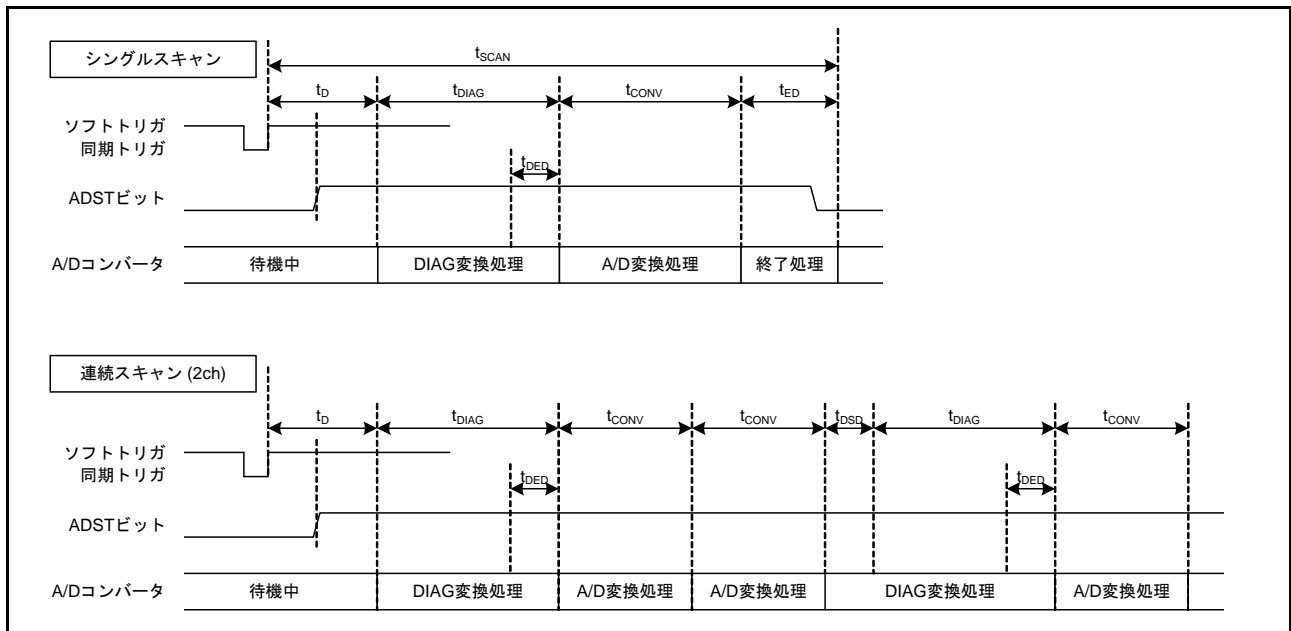
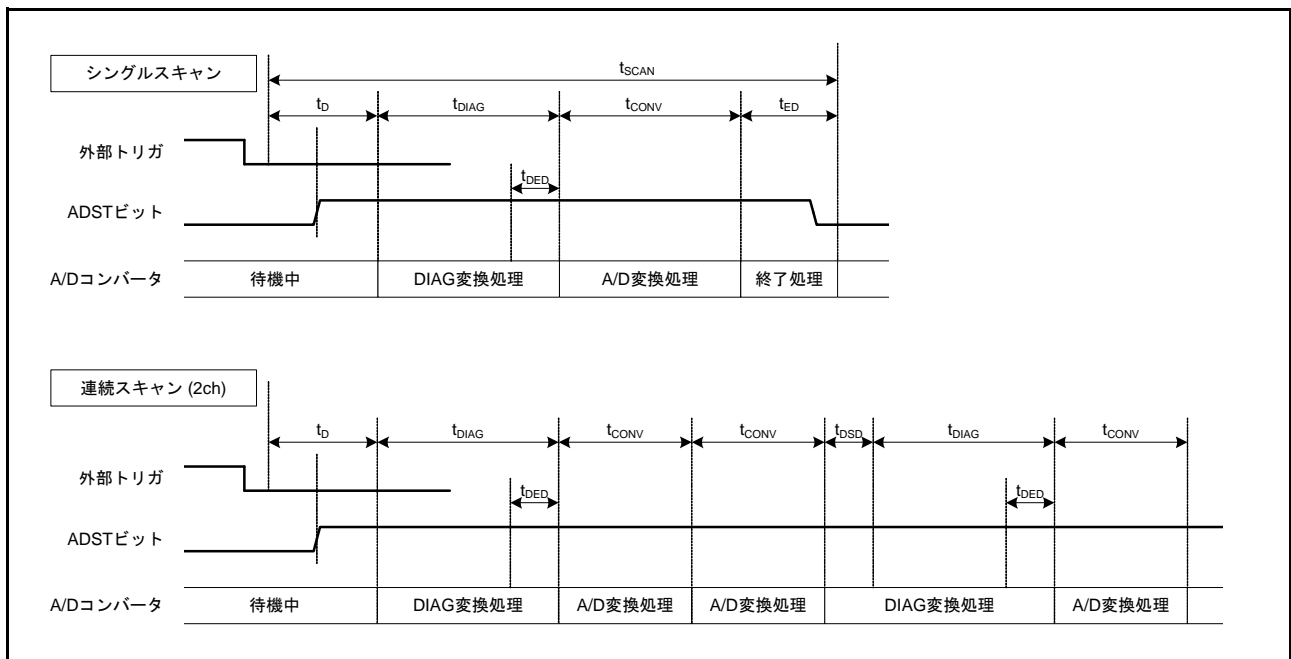

図 38.28 スキャン変換のタイミング(ソフトウェア起動、同期トリガ起動の場合)
図 38.29 スキャン変換のタイミング (非同期トリガ起動の場合)
図 38.28 にシングルスキャンモード、ソフトウェア起動と同期トリガ起動によるスキャン変換を行う場合のタイミングを示します。また、図 38.29 にシングルスキャンモード、非同期トリガ起動によるスキャン変換を行う場合のタイミングを示します。スキャン変換時間 (t_{SCAN}) はスキャン変換開始遅延時間 (t_D)、断線検出アシスト処理時間 (t_{DIS})(注 1)、温度センサ出力と内部基準電圧を A/D 変換するときのオートディスタージ処理時間 (t_{ADIS})、自己診断変換時間 (t_{DIAG})(注 2)、A/D 変換処理時間 (t_{CONV})、スキャン変換終了遅延時間 (t_{ED}) を含めた時間となります。
- 注1. t_D 、 t_{DIAG} 、 t_{CONV} 、 t_{ED} の各タイミングについては図38.28、図38.29を参照してください。